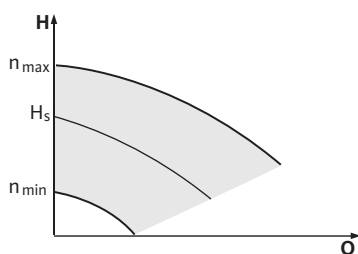

Fig. 12: Tryb regulacji ręcznej
Prędkość obrotowa pompy może być utrzymywana na stałym poziomie między  $n_{\min}$  a  $n_{\max}$ . (Fig. 12). Tryb pracy „Nastawnik” dezaktywuje wszystkie pozostałe tryby regulacji.
- Pompa Master to w kierunku przepływu pompa znajdująca się po lewej stronie. Do tej pompy należy podłączyć czujnik różnicy ciśnień. Punkty pomiaru czujnika różnicy ciśnień pompy Master muszą znajdować się w rurze systemu zbiorczego po stronie ssawnej i tłocznej instalacji z dwiema pompami (Fig. 12).